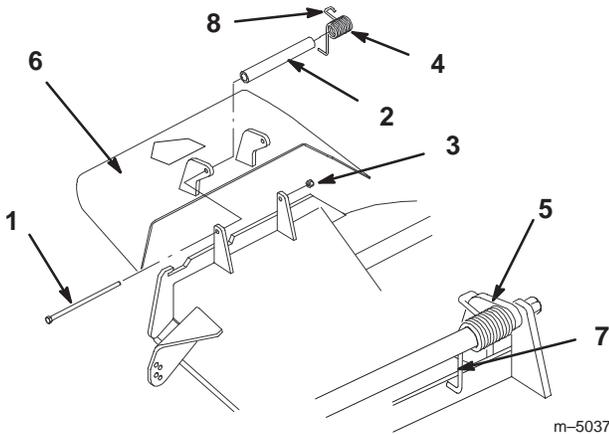

Figure 6
Remarque : Prenez soin de placer l'extrémité en L du ressort derrière le bord du plateau avant de mettre le boulon en place, comme indiqué à la Figure 6.
3. Remettez le boulon et l'écrou. Accrochez l'extrémité crochue en J du ressort au déflecteur d'herbe (Fig. 6).